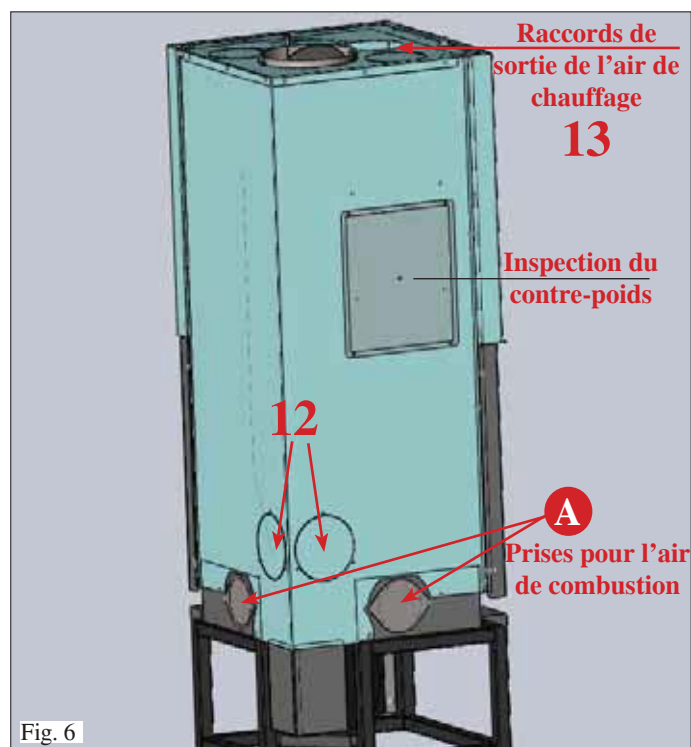

Fig. 6
Pour pouvoir correctement faire fonctionner la cheminée, il est essentiel d'amener l'air de combustion jusqu'au foyer à travers un tuyau qui relie l'atmosphère extérieure à l'une des prises (A) prévues sur les côtés (fig. 6) et en-dessous (fig. 7).